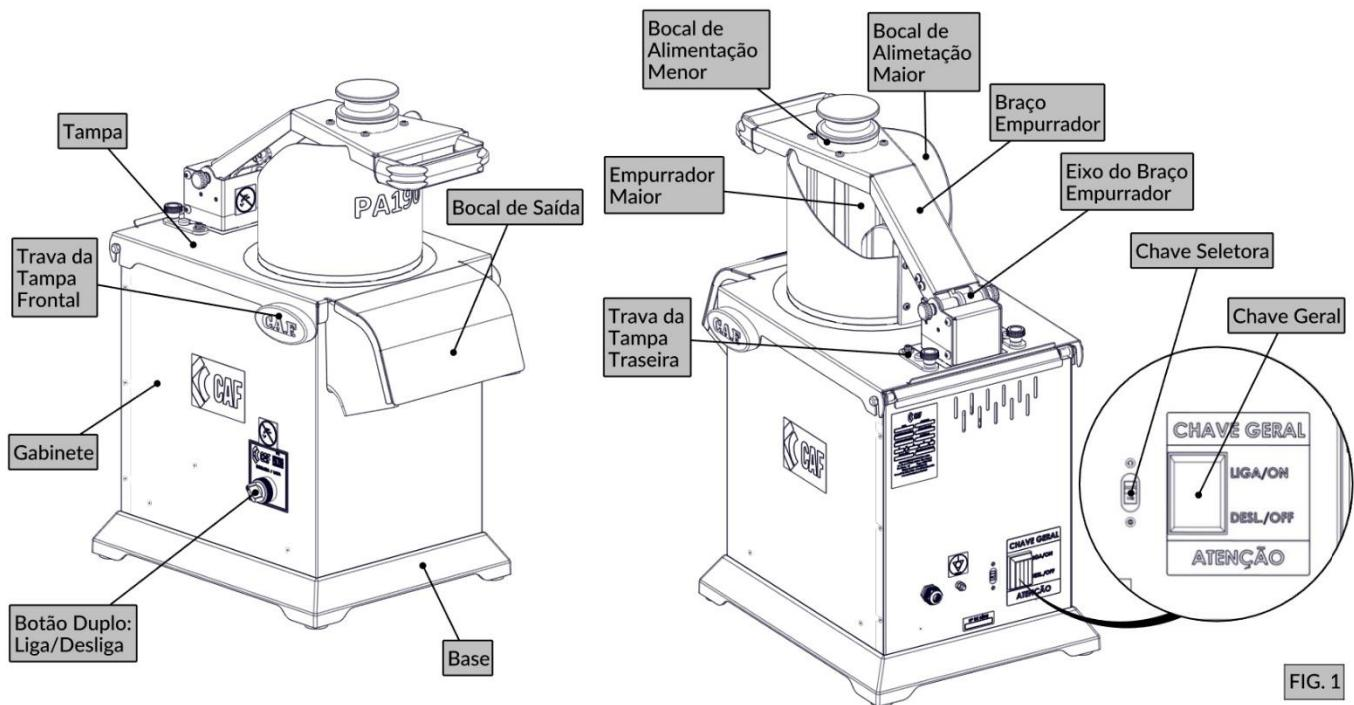
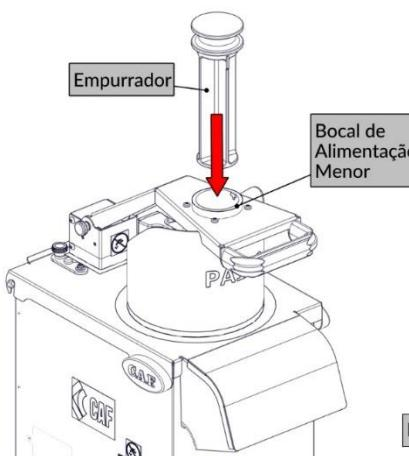

FIG. 1
FIG. 13
Este Processador é bivolt e permite alterar facilmente entre 127V e 220V por meio de uma chave seletora localizado em sua parte inferior (FIG. 1).
2. Certifique-se se a voltagem da rede elétrica corresponde à da máquina. Caso necessário, ajuste a voltagem na chave seletora (FIG. 1).
4. Ligue a chave geral (FIG. 1).
5. Gire a chave do botão para a posição “liga” (FIG. 1).
4. Caso opte por fatiar ou desfiar produtos de formato cilíndrico, como cenouras, pepinos ou calabresa, utilize o bocal de abastecimento menor (FIG. 13). Para isso, gire o empurrador para qualquer lado para destravá-lo e puxe-o para cima, liberando o bocal. Abasteça o bocal menor com o produto a ser processado e use o empurrador para pressioná-lo contra o disco. Ao utilizar esta opção, a máquina permanecerá ligada continuamente até que o botão seja posicionado na função "desliga" (FIG. 1).